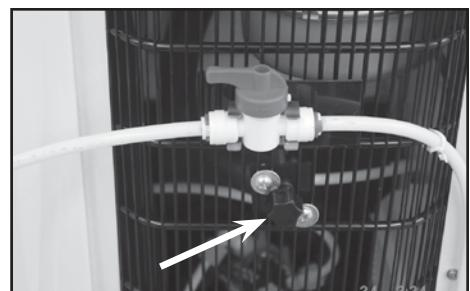

Fig. 18
9. Para drenar toda el agua sobrante de los embalses y sacar (desenroscar) la tapa del drenaje y el tapón situado en la parte posterior del dispensador (ver fig. 18). Recoger el agua en un recipiente / cubo.
IMPORTANTE: Recuerde volver a instalar la tapa del drenaje y el tapón y apriete (ver fig. 18).
3. Coloque un recipiente / cubeta debajo de la válvula de drenaje ubicada en la parte posterior del dispensador (ver fig. 18).